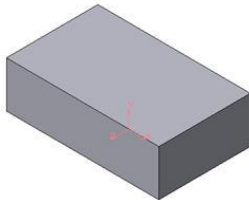
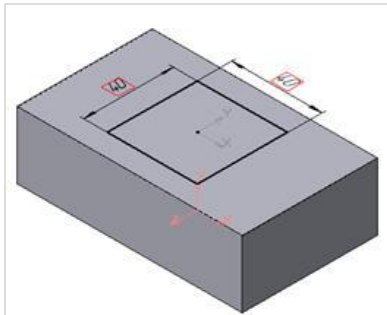
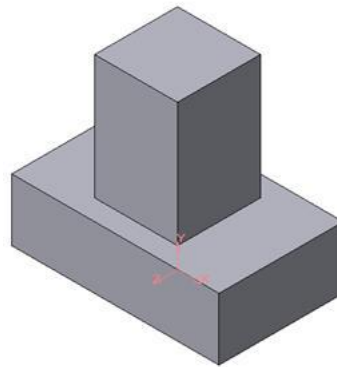

Рисунок 11 - Модель основания
Рисунок 12- Эскиз призмы
Рисунок 13 -Операция приклеивания элемента
2. Для построения верхнего элемента детали рис.11 - прямоугольной четырехгранной призмы на верхней плоскости основания вычертим эскиз - квадрат со сторонами 40 мм (рис.12) и приклеим призму выдавливанием на 50мм (рис.13).